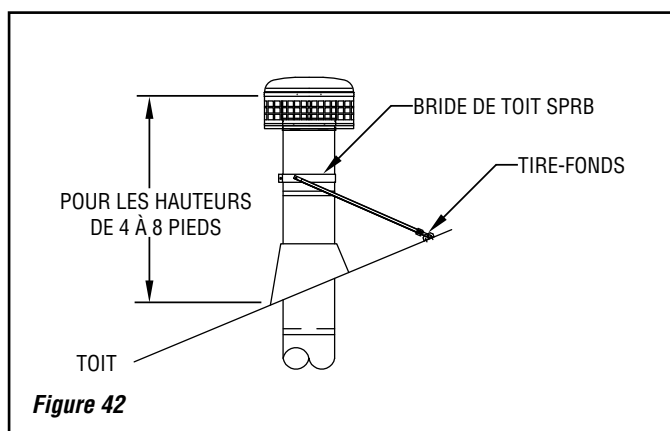
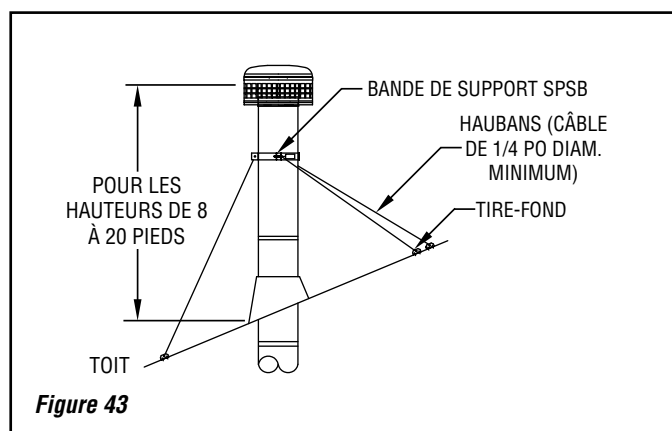

Figure 42
Figure 43
Sélectionnez le support approprié pour votre application en utilisant soit une bride de toit (*Figure 42*), soit une bande de support avec des haubans (*Figure 43*)
3. Positionnez les pattes de support comme indiqué à la *Figure 42*. La longueur des pattes de support peut être réglée en desserrant le boulon sur le collier de fixation.